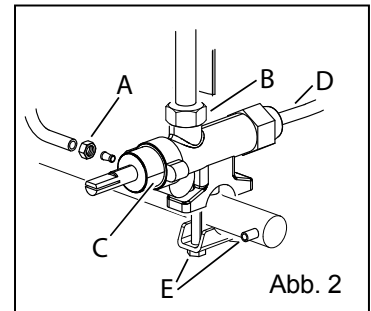

Abb. 2
Bei den gelieferten Modellen erreicht man den verminderten thermischen Durchfluss damit, dass man die „kalibrierte“ Bypassdrosselschraube (Abb. 2) ganz hineinschraubt (siehe Gas-Referenztablelle).
- Die Bypassdrosselschraube einstellen (Abb. 2/A)
- Düsen abschrauben (Abb. 2/B) und in der gewünschten Einbauposition wieder einschrauben
- Das Schild mit der Leistungsangabe entfernen (Abb. 2/C) und am entsprechenden Brenner anbringen
- Abstandshalter abschrauben (Abb. 2/D) und am gewünschten Flansch wieder einschrauben
- Anschlüsse der Gaszufuhr (z.B. Abb. 2/E) und des Gasausgangs (Abb. 2/A und B) abschrauben
- Thermosteuelement abschrauben (Abb. 2/D)
- Thermosteuelement vom Absperrhahn abschrauben (Abb. 2/D)